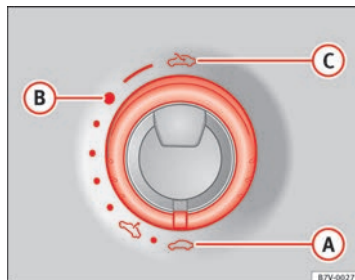

Abb. 57 Im Dachhimmel: Schalter drehen zum Öffnen und Schließen.
⇒ Abb. 57
- Schalter  $\Rightarrow$  Abb. 57  $\textcircled{1}$  muss in Stellung „Geschlossen“  $\textcircled{A}$  gedreht sein.